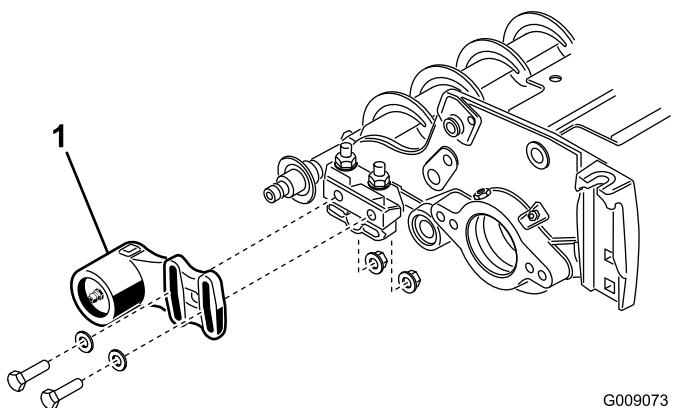
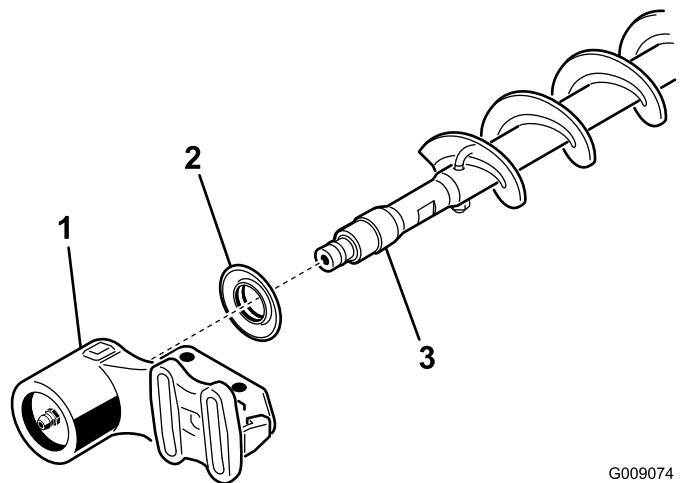

Figura 36
Figura 37
- Se sull'apparato di taglio è installata una spazzola per rullo, togliete i 2 bulloni, le rondelle e i dadi che fissano l'alloggiamento del cuscinetto secondario alla staffa di montaggio dell'alloggiamento del cuscinetto (Figura 36) e (Figura 37).
- Fate scorrere l'alloggiamento del cuscinetto secondario e la guarnizione fino a estrarre dall'albero della spazzola (Figura 37).
9. Installate la guarnizione e l'alloggiamento del cuscinetto secondario sull'albero della spazzola (Figura 37).